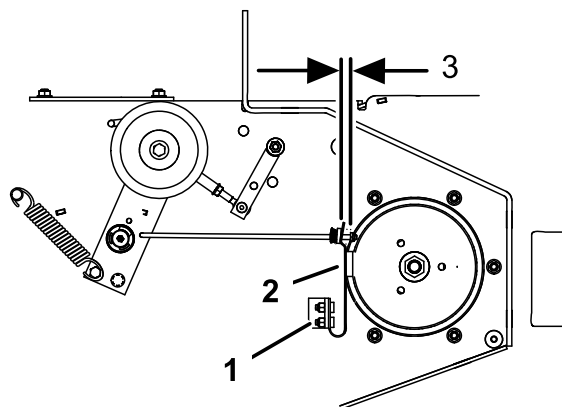

Рисунок 58
3. Если необходимо, отрегулируйте крепежные болты пружины так, чтобы накладки тормоза ножа терлись о канавку шкива с обеих сторон (Рисунок 58).
4. Отрегулируйте гайку в конце стержня тормоза ножа так, чтобы между гайкой и проставкой был зазор 3–5 мм (Рисунок 58).